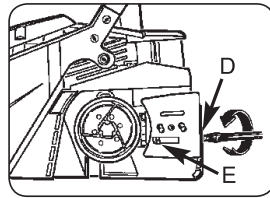

Abb. 3D
3. Mit Hilfe eines Schraubenziehers drehen Sie die Justierschraube (D) entgegen dem Uhrzeigersinn, bis die Angel (E) (herausstehende Spitze) sich am Ende ihrer Schiebstrecke in Richtung Kupplungswalze und Zahnrad befindet (Abb. 3D).